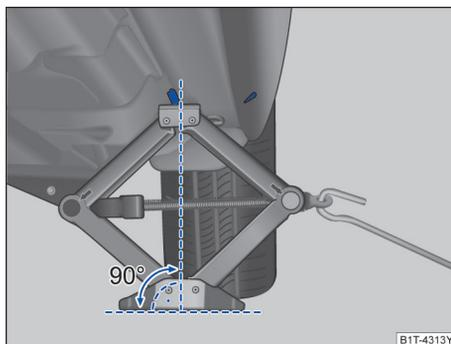
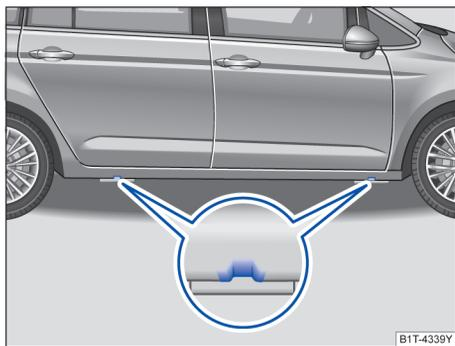

图 247 将千斤顶放在汽车左后侧
图 246 汽车千斤顶的支撑点
汽车千斤顶只允许放置在图示支撑点（车身上的标记）处→图 246 或→图 247。在每个车轮旁都有相应的支撑点→▲。
5. 在车身底部下方找到靠近更换的车轮侧的千斤顶支撑点→图 246。